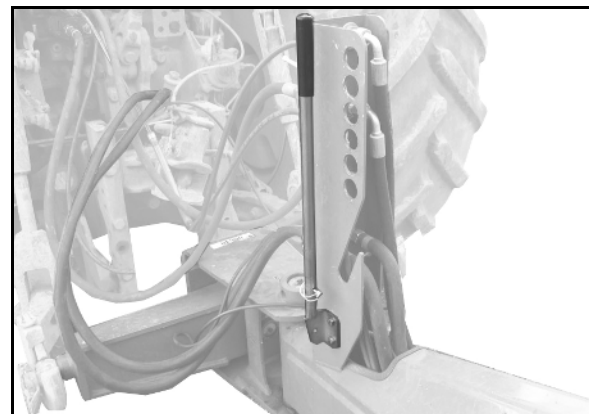

Fig. 47
1. Handhebel aus der Parkposition (Fig. 47) entnehmen.